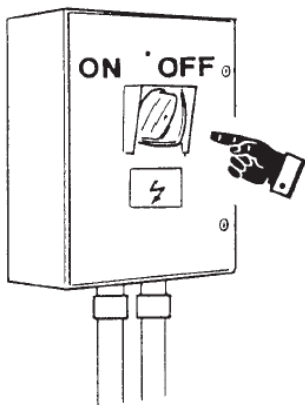

fig.13
- Vérifier l'adéquation et le bon fonctionnement du système d'alimentation électrique : (fig.13)